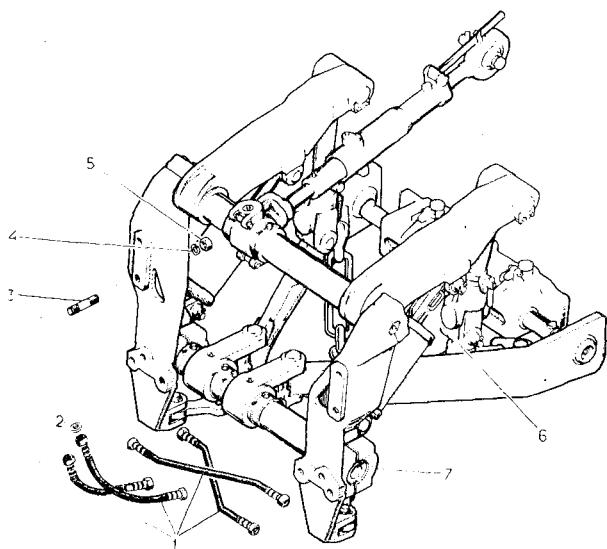

Рис. 49. Механизм задней навески:
**Система задняя навесная** (рис. 49) предназначена для присоединения к трактору навесных и полунавесных машин и ору-